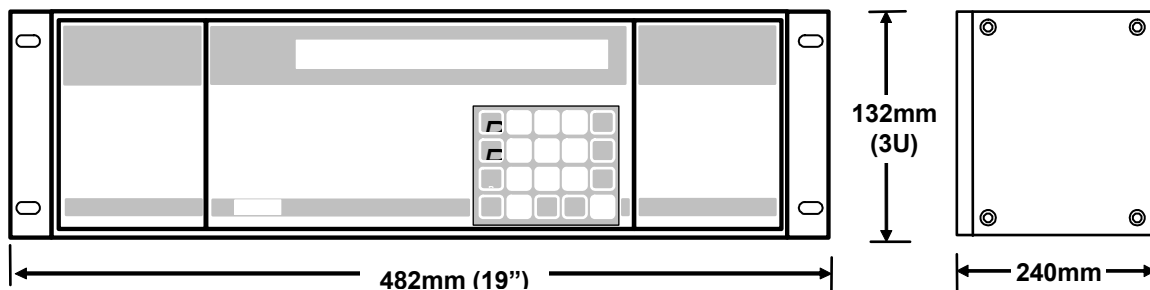

Fig 6 – Dimensions CE700R
La porte **COM2 RS485** est le bornier (fig. 6) à connexion polarisée (1), il est conseillé d'utiliser des conducteurs dimensionnés (2), il est conseillé d'ancrer le câble à la structure de l'armoire pour éviter aux connexions des effets d'arrachement.